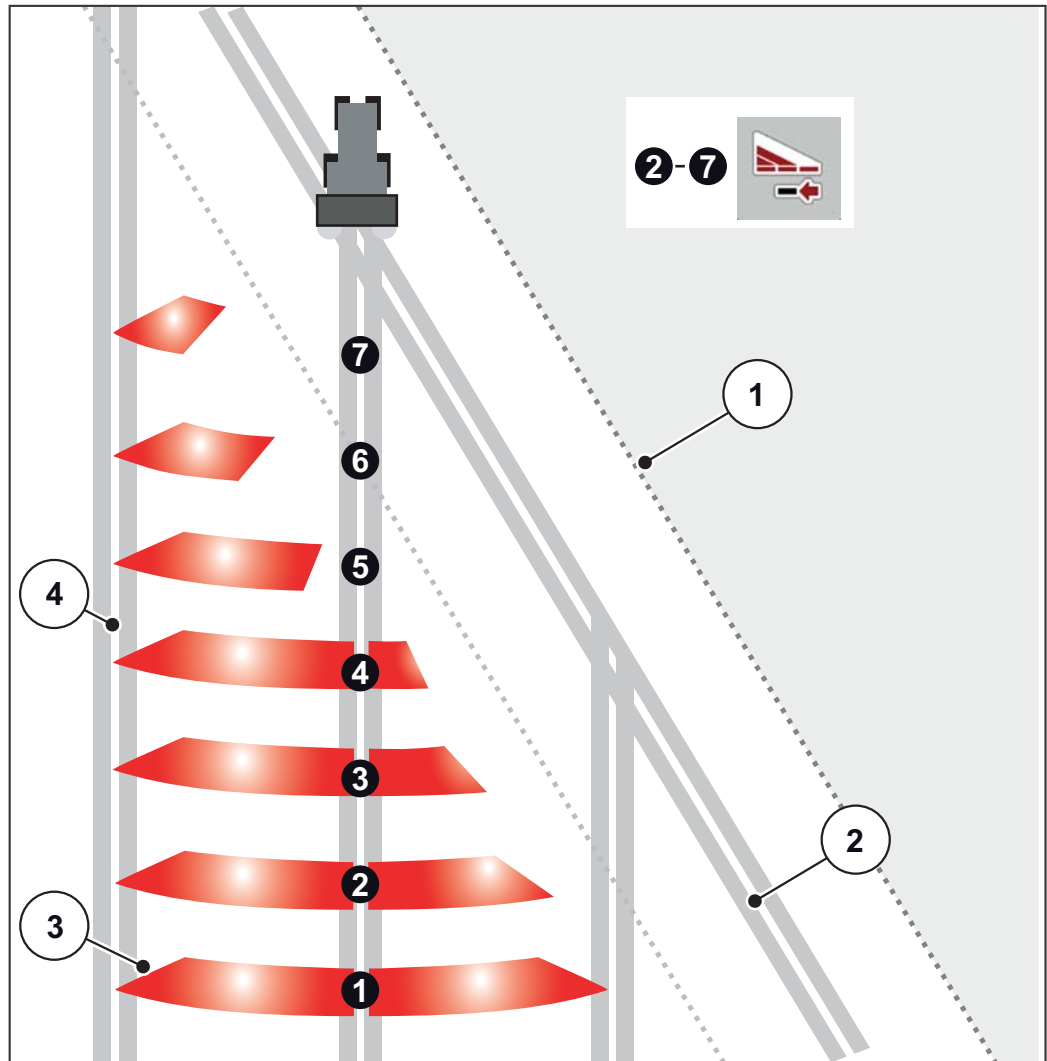

Bild 5.4: Automatisk delbreddsomkoppling
- Delbreddsomkopplingen är möjlig utifrån och inåt eller inifrån och utåt. Se Bild 5.4.